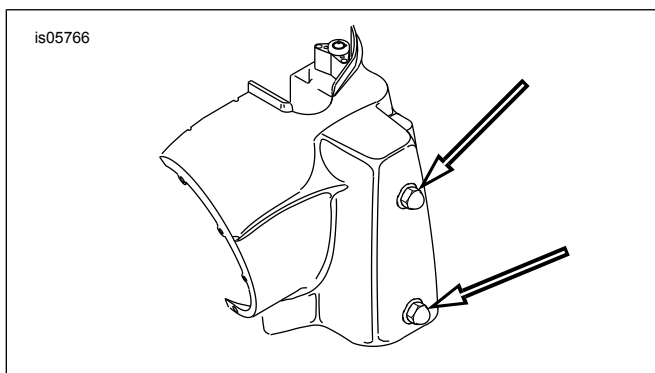

Figura 9. Qfieli tal-Gondola tal-Fanal ta' Quddiem (Mudelli FLHR)
3. Ara Figura 9 . Illaxka ż-żewġ skorfini tal-acorn li jorbtu n-nofs tax-xellug tal-gondola (ara l-vleġeġ). Irrepeti għan-nofs tal-lemin tal-gondola.